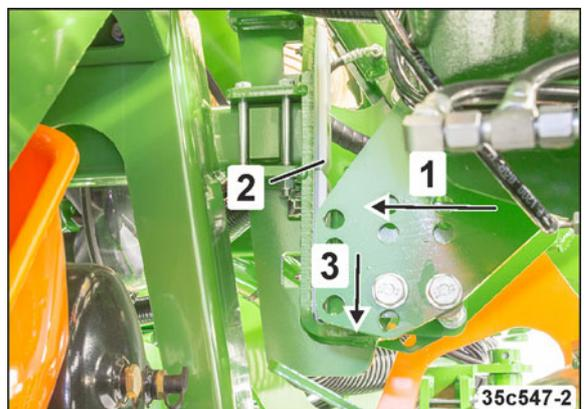

Fig. 234
- 7.1 Das Traktorsteuergerät *grün* solange betätigen, bis beide Maschinenausleger (Fig. 234/1) an den Kufen (Fig. 234/2) der Transportverriegelung anliegen.
- o bis sich die Maschinenausleger abgesenkt haben und von den Verriegelungshaken (Fig. 234/3) arretiert werden.
Die Verriegelungshaken (Fig. 234/3) bilden die mechanische Transportverriegelung der Maschinenausleger.
Prüfen Sie den korrekten Sitz der Verriegelungshaken (Fig. 234/3).